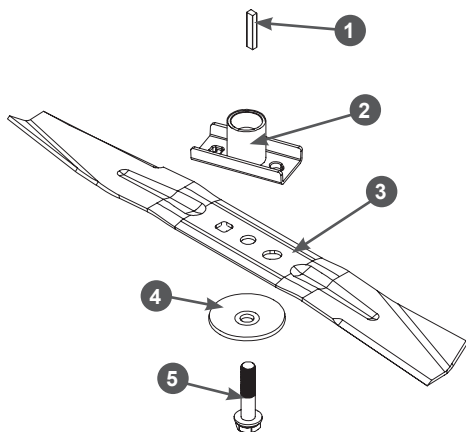

Рис. 21. Установка ножа
2. С помощью соответствующего инструмента открутите болт 5 крепления ножа и снимите нож (Рис. 21).
4. Установите нож на направляющие адаптера и закрепите его болтом и шайбой, как показано на Рис. 21. Убедитесь, что нож установлен правильно.
5. Зафиксируйте нож от проворачивания и надёжно затяните болт 5 крепления ножа (Рис. 21).